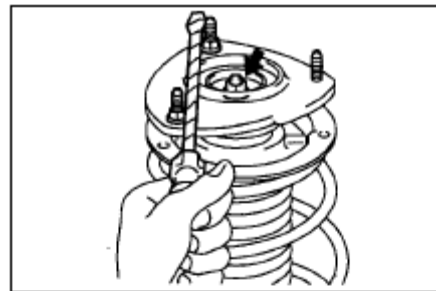

Рис. 177
7. Снимите верхнюю опору переднего левого амортизатора, удерживая ее от проворачивания отверткой или подобным инструментом, и отверните центральную гайку(рис. 177)